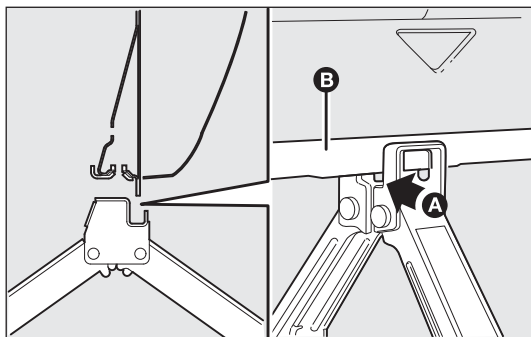

рис. 137
- воздействовать на домкрат с помощью ручки так, чтобы раскрыть его до тех пор, пока канавка А-рис. 137 домкрата не войдет в нижний профиль В на лонжероне;